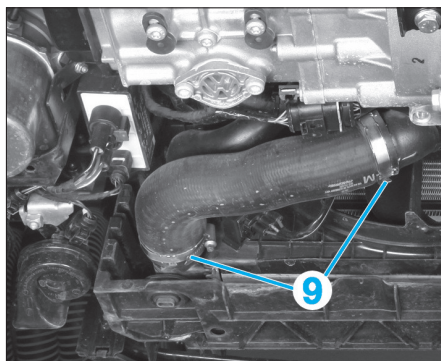

FIG. 8
- le capuchon de protection (7) du démarreur.
- Débrancher le connecteur des feux de recul (8).
- le flexible d'air (9) (Fig.8),